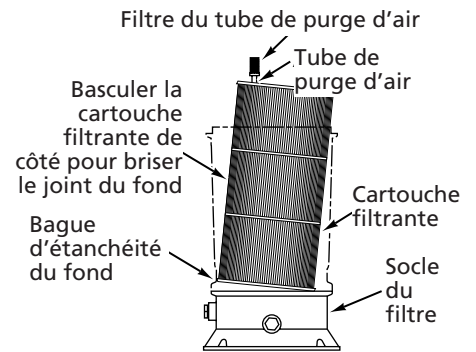

Figure 8
- Basculer la cartouche filtrante d'un côté (voir la Figure 8) pour dégager le joint.